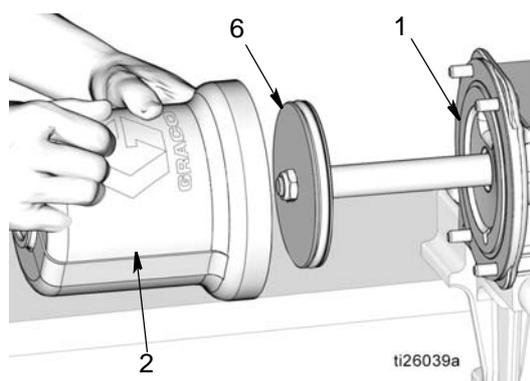

Рис. 51
- a. Используйте чистую салфетку для обтирания внутренних поверхностей пневматического цилиндра (2) и удаления любой грязи или загрязняющих веществ.
- b. Нанесите тонкий слой консистентной смазки на внутренние поверхности пневматического цилиндра (2). Надвиньте пневматический цилиндр (2) поверх поршня (6), и вталкивайте его на всю длину хода вниз до тех пор, пока он не будет плотно посажен на основание насоса (1). См. Рис. 51.